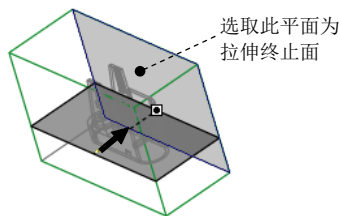

图 19.38 选取拉伸终止面
① 在操控板中选取深度类型  (到选定的)。
② 将模型调整到图 19.38 所示的视图方位, 选择图 19.38 所示的平面为拉伸终止面。
(5) 在“拉伸”操控板中单击  按钮, 完成特征的创建。